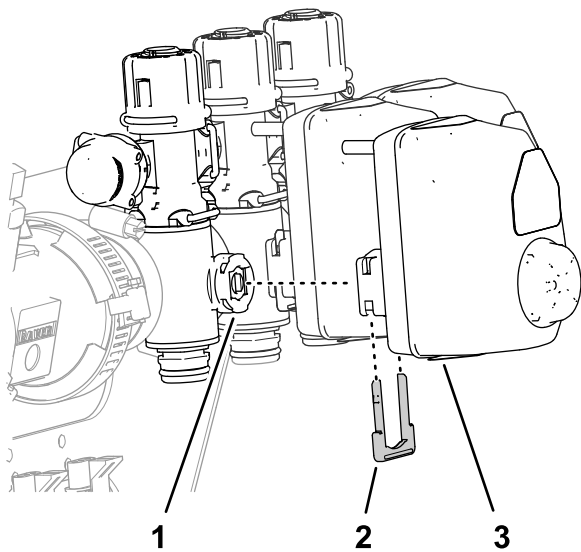

Figura 62
1. Retire las 3 horquillas de retención que sujetan los 3 actuadores de válvula a las válvulas de sección izquierda, central y derecha (Figura 62).
2. Retire los actuadores de válvula de las válvulas de sección izquierda, central y derecha (Figura 62).